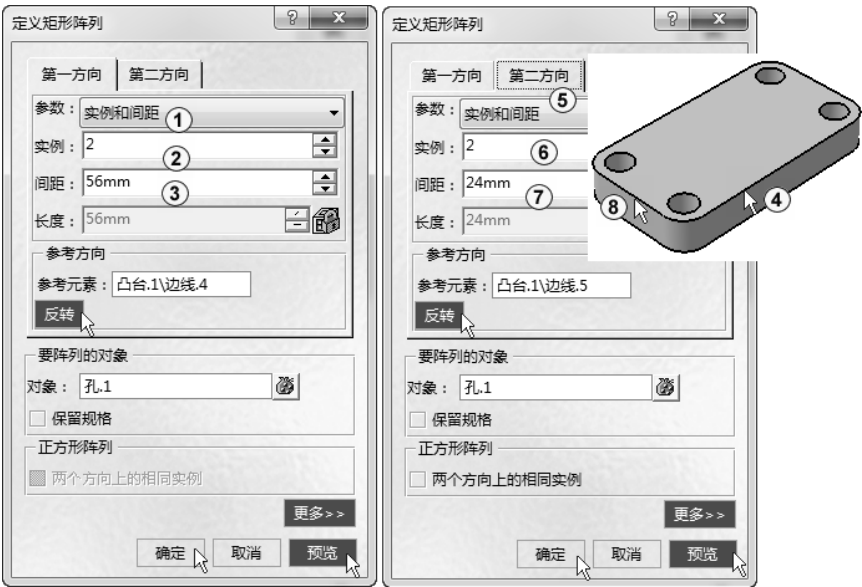

图 3-54 矩形阵列
在工作区选择“孔.1”，在“变换特征”工具栏中单击“矩形阵列”按钮，系统弹出“定义矩形阵列”对话框，单击“第一方向”标签，在“参数”下拉列表框选择“实例和间距”，在“实例”文本框中输入 2，在“间距”文本框中输入 56，单击“参考元素”选择框，在工作区中选择长方体的长边线，如图 3-54 中①~④所示，其他采用默认设置，单击
“预览”按钮，假若方向不对，则单击“反转”按钮；单击“第二方向”标签，在“参数”下拉列表框选择“实例和间距”，在“实例”文本框中输入 2，在“间距”文本框中输入 24，单击“参考元素”选择框，在工作区中用鼠标选择长方体的短边线，如图 3-54 中⑤~⑧所示。其他采用默认设置，单击“预览”按钮，假若方向不对，则单击“反转”按钮，单击“确定”按钮完成矩形阵列操作。